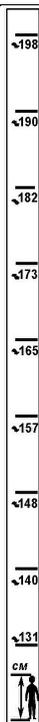

Рис. 27
- 6.3. На стойках (см. рис. 26, 26А) нанесена шкала облегчающая выбор настройки высоты столешницы в зависимости от роста пользователя (рис. 27).